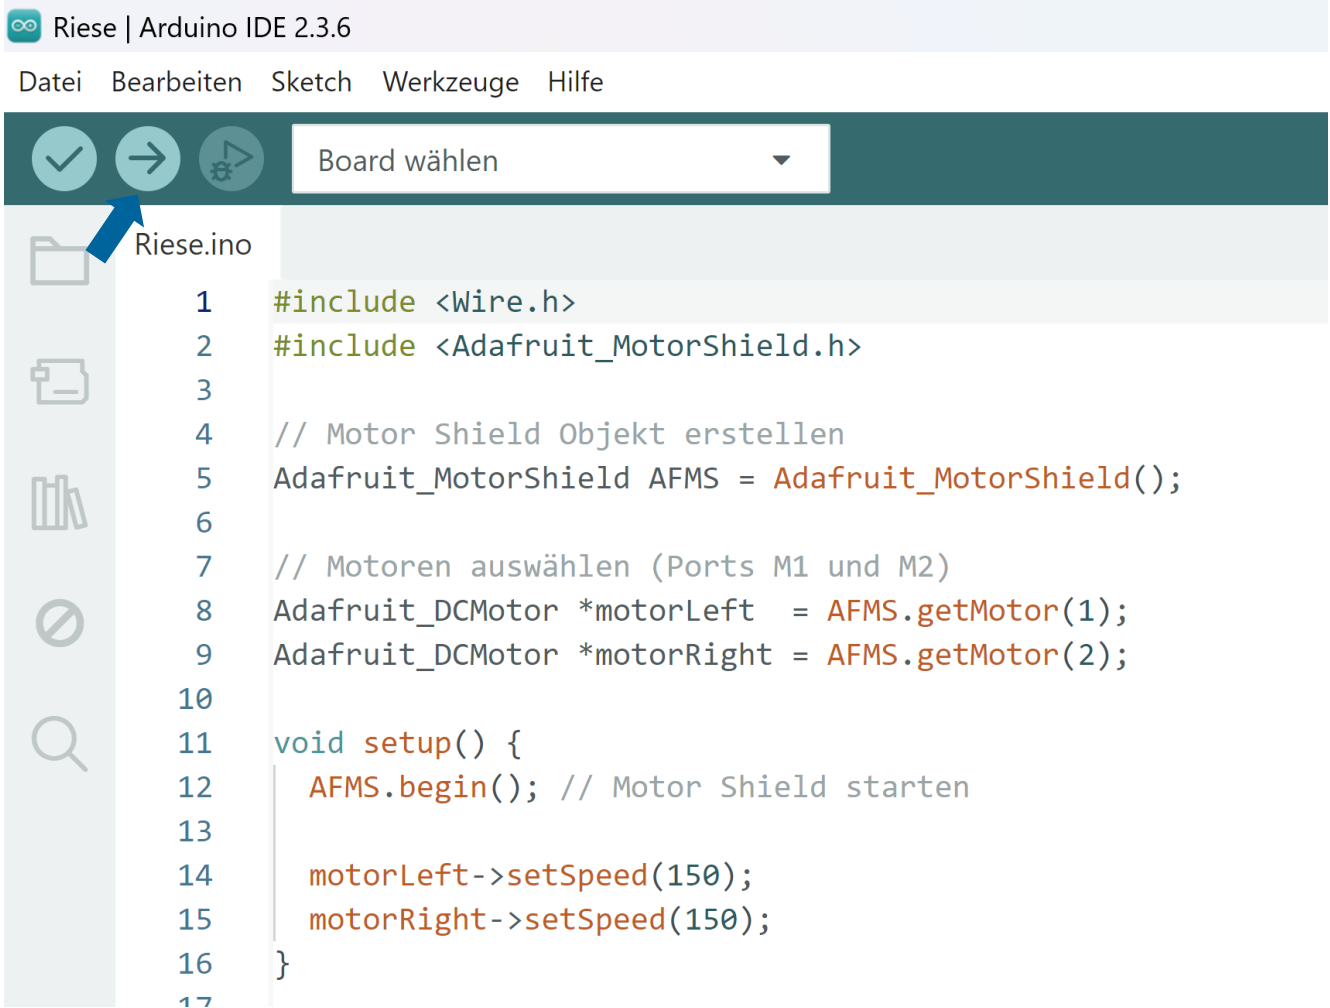

Abbildung 1: Arduino IDE - Programm hochladen
3. Programm auf das Board laden (siehe Abbildung 1: Arduino IDE - Programm hochladen).